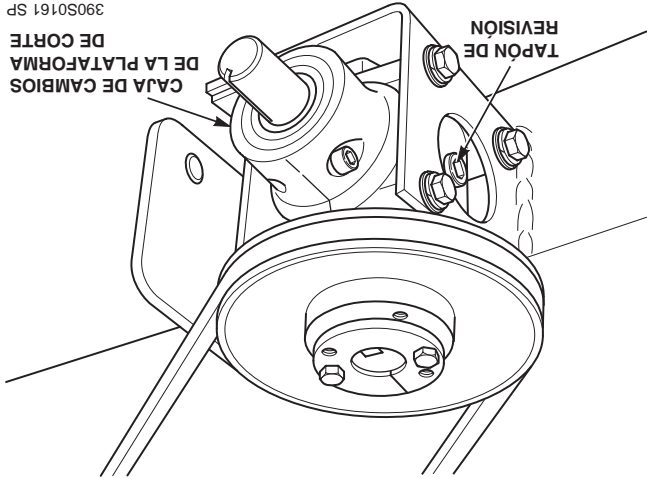

Figura 7-12 Caja de cambios de la plataforma de corte
- El nivel de fluido en la caja de cambios de la plataforma de corte (Figura 7-12) debe revisarse cada 100 horas de operación o cada dos semanas, lo que ocurra primero.
2. Limpie y retire el tapón de revisión del lado de la caja de cambios (vea la Figura 7-12). Inspeccione visualmente que el nivel del lubricante llegue al borde inferior del agujero del tapón de revisión. Si el lubricante tiene bajo nivel, agregue lubricante SAE 80W90 a través del agujero del tapón de revisión en la caja de cambios hasta que esté a nivel con la parte inferior del agujero del tapón de revisión. Coloque el tapón de revisión y apriete firmemente.